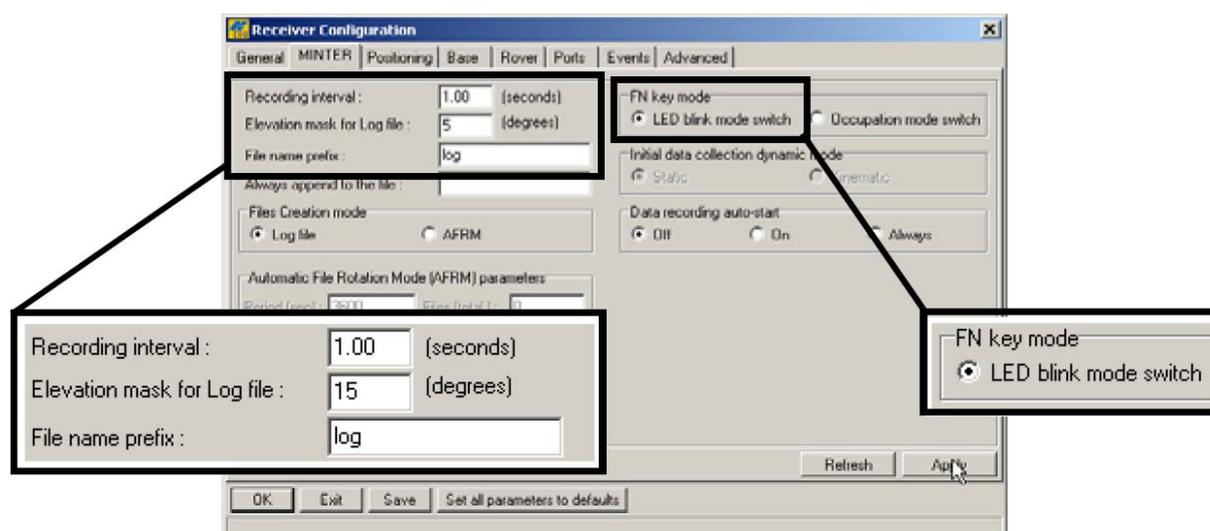

Рисунок 3-3. Настройка приемника для записи в статическом режиме - вкладка MINTER
5. Выберите вкладку **MINTER** и произведите установку параметров, перечисленных в таблице 3-1, после чего щелкните на кнопке *Apply (Применить)*, см. рисунок 3-3.